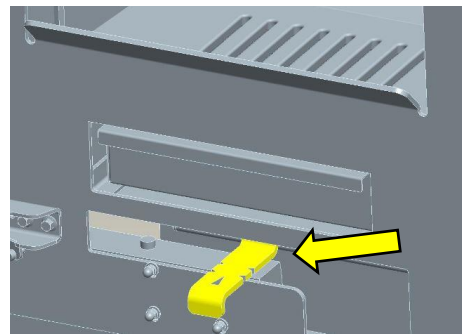

Fig. 11 : position des manettes d'admission d'air
La manette d'admission d'air secondaire du K240A se trouve sous le tiroir à cendres (Fig. 11).
- Ne fermez jamais complètement la section transversale de la ventilation spéciale de la vitre (Fig. 11 à la page 16) chargée de nettoyer la vitre d'exposition.